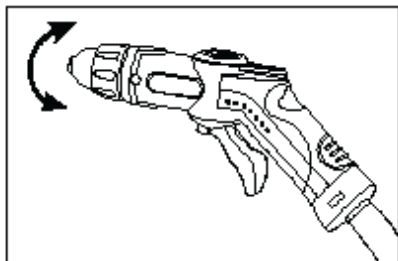

Рис.12
5. Для управления распылом струи нужно вращать регулировочное кольцо на пистолете-распылителе вправо-влево, струя приобретает либо направленный характер, либо режим распыления (рис.12).